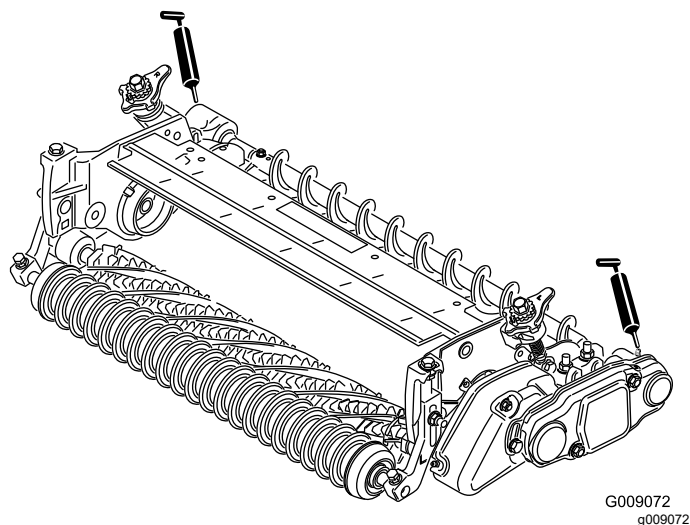

図 35
27. 左右のローラブラシベアリングハウジングのグリス注入部、および、カッティングユニットのその他のグリス注入部に、No.2汎用リチウム系グリスを注入する 図 35。